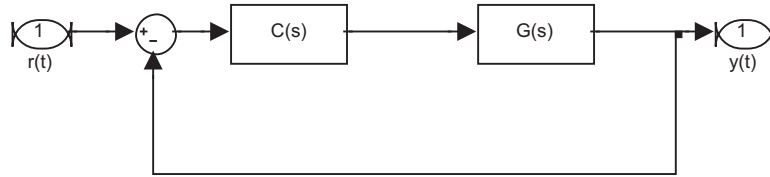
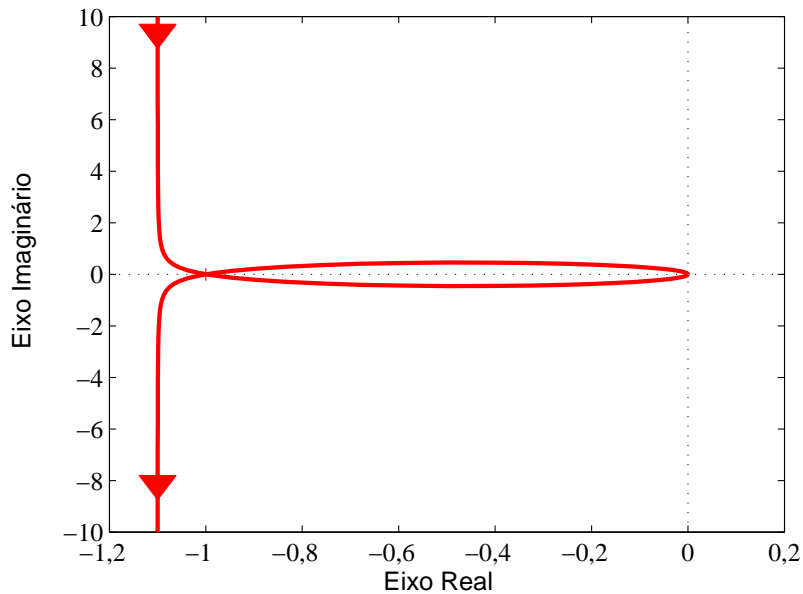

Figura 13: Diagrama em blocos do sistema do Exercício 20.
Figura 14: Diagrama de Nyquist para o sistema do Exercício 20.
20. Considere o sistema descrito pelo diagrama Simulink mostrado na Figura 13 com $C(s) = K$ e $G(s) = 10(s + 1)/(s(s - 10))$. O diagrama de Nyquist dado pelo Matlab para $K=1$ é mostrado na Figura 14.
- (a) O diagrama da Figura 14 foi obtido via Matlab. Como o sistema a malha aberta tem um polo na origem, para $s \rightarrow 0$ o módulo de $G(s)$ tende para o infinito e esse trecho do diagrama não é mostrado. Para aplicar o critério de Nyquist, fechar o diagrama de Nyquist. Determinar as margens de ganho e fase.